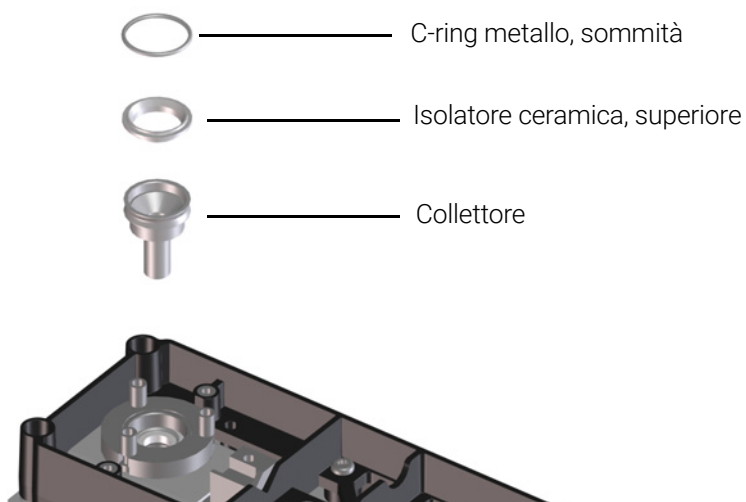

Figura 18. Collettore, isolatore superiore e anello a C di metallo del NPD
- 24 Installare l'isolatore di ceramica superiore e l'anello a C di metallo superiore sul collettore. Vedere **Figura 18**.